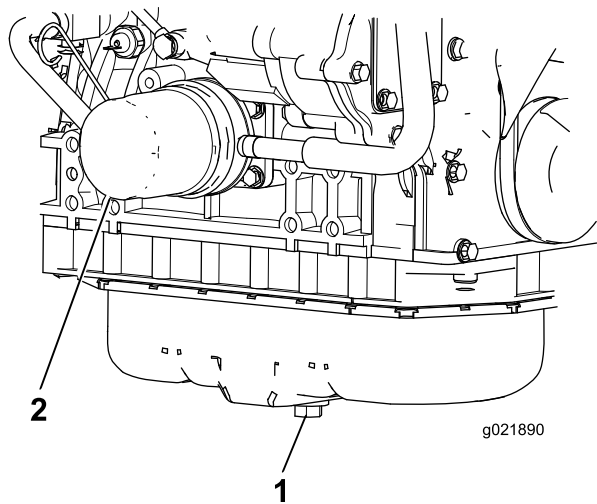

Figura 86
1. Retire o tampão de escoamento e deixe o óleo escorrer para um recipiente adequado (Figura 86).
3. Retire o filtro do óleo (Figura 86).